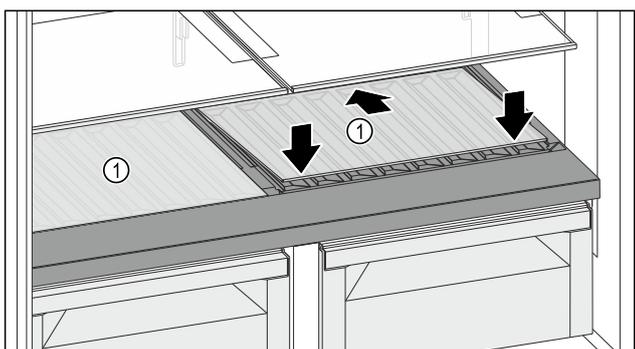

Fig. 124
- Placer la plaque de verre Fig. 124 (1) en biais et inclinée vers le bas.
- Abaisser l'avant de la plaque de verre Fig. 124 (1).